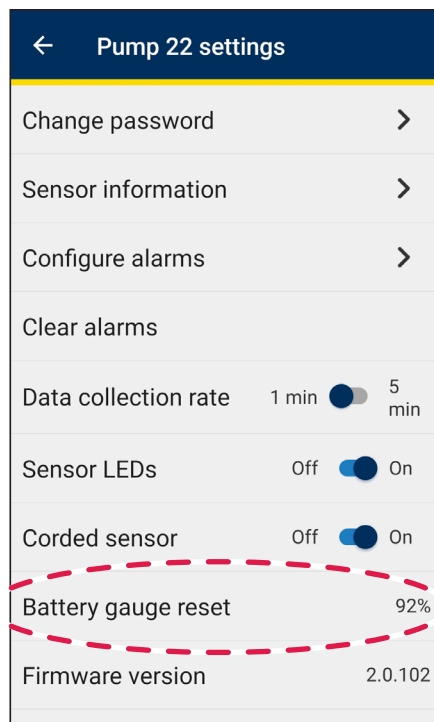

Abbildung 48
3. Wählen Sie „Batterieanzeige zurücksetzen“ aus (siehe Abbildung 48).